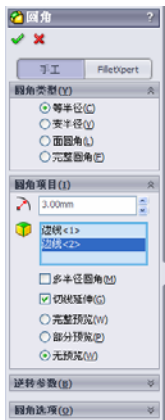

图 4-41 设置圆角参数
⑯ 绘制圆角。单击圆角按钮，选择轴筒与底板的交线和底板的下边线，设置圆角类型为“等半径”，圆角半径为 3.00mm，保持其他选项的系统默认值不变，如图 4-41 所示。